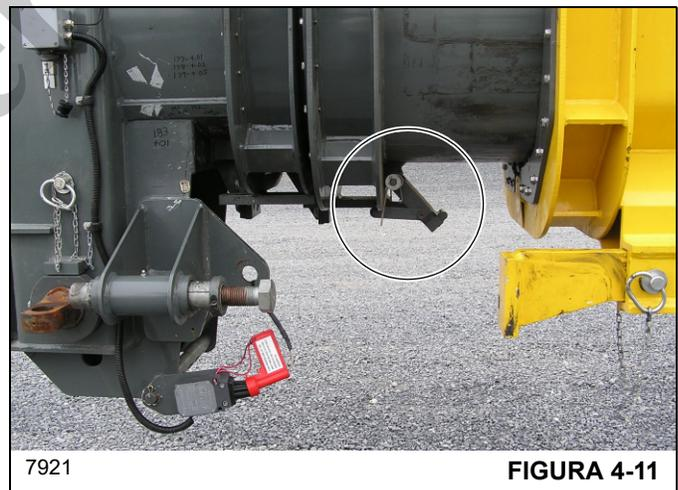

FIGURA 4-11
- Extienda la pluma lo suficiente para desengranar el bloque de tope bajo tensión de resorte de la pluma (Figura 4-11).